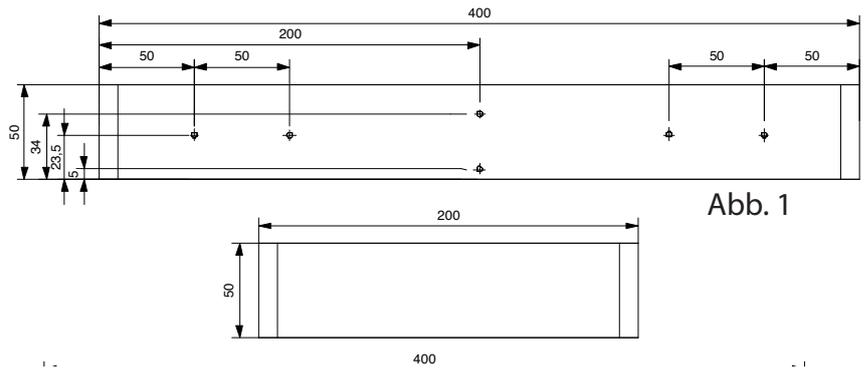

Abb. 1
- a) Bei den Leisten (1 und 2) vor der Weiterbearbeitung nach Bemessung (s. Abb. 1) die Schraubenlöcher $\varnothing 1,5$ mm vorbohren.